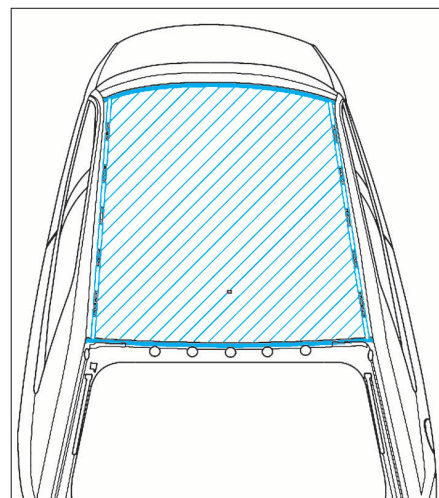

FIG. 43
- Découper en même temps les raidisseurs de pavillon (Fig.43).